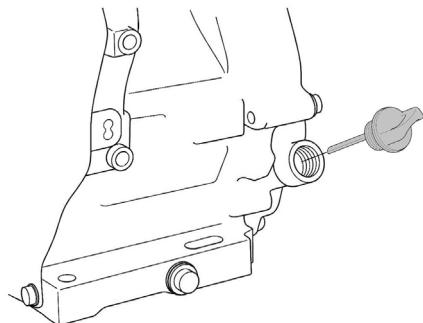

Рис. 8 Крышка-щуп маслозаливной горловины
- Открутите крышку-щуп маслозаливной горловины и извлеките щуп (Рис. 8).
2. Выкрутите крышку-щуп маслозаливной горловины и извлеките щуп (Рис. 8).